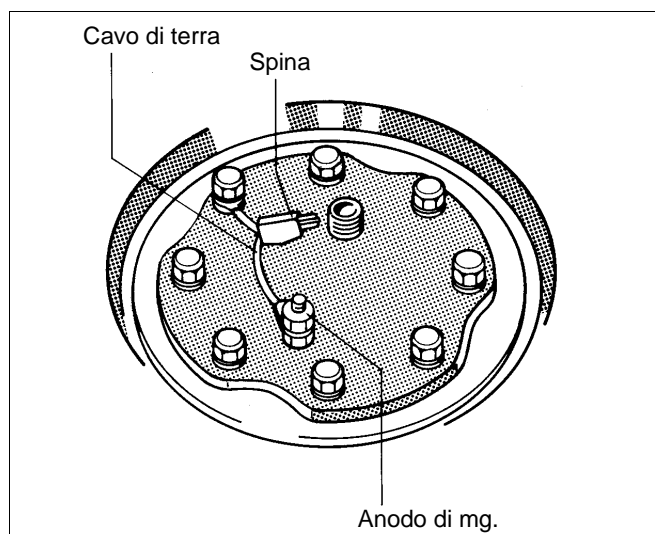

Fig. 6 - Rappresentazione schematica
- Verificare che l'anodo di magnesio sia montato in modo tale, che venga garantito il collegamento elettrico fra l'anodo ed il corpo dell'accumulatore, cioè che sia collegato il cavo di terra (fig. 6).
- Chiudere l'afflusso dell'acqua fredda, aprire lo scarico (EL) dell'accumulatore. Per la disareazione, aprire un rubinetto installato più in alto.
- Riermetizzare l'anodo di magnesio (fig. 6 risp. 10).